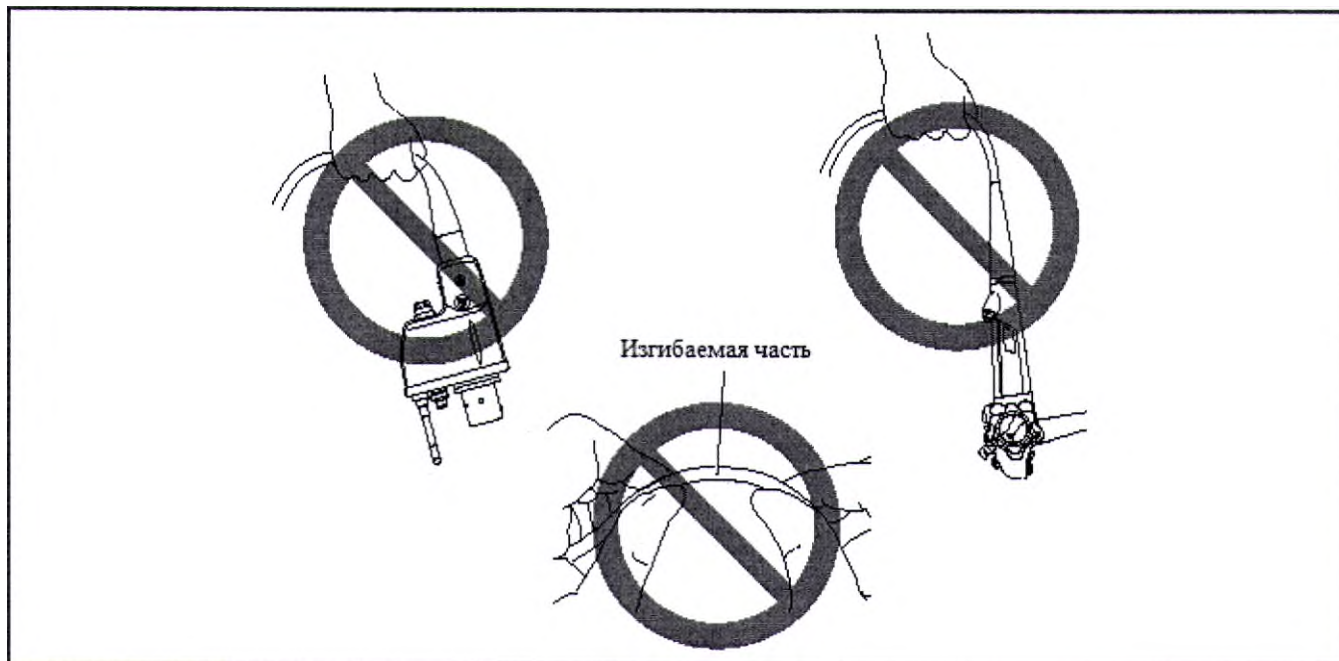

Рисунок 3.3
- При транспортировке инструмента НЕ несите и НЕ берите его только за кабель от внешнего источника питания или вводимую часть. Кроме того, не сжимайте и не сгибайте чрезмерно изгибаемую его часть (рисунок 3.3). Иначе это приведет к повреждению инструмента.